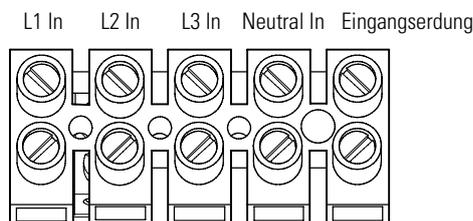

Abbildung 32. USV-Eingangsklemmenleiste
9. Die Eingangs- und Erdungsleitungen gemäß Abbildung 32 und Tabelle 1 an der Eingangsklemmenleiste anschließen.